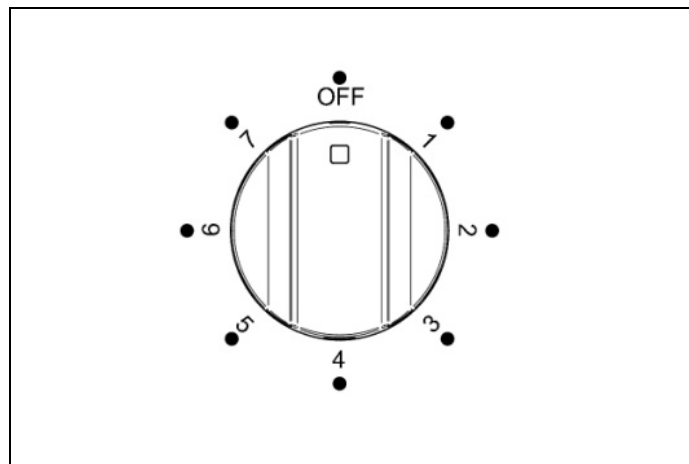
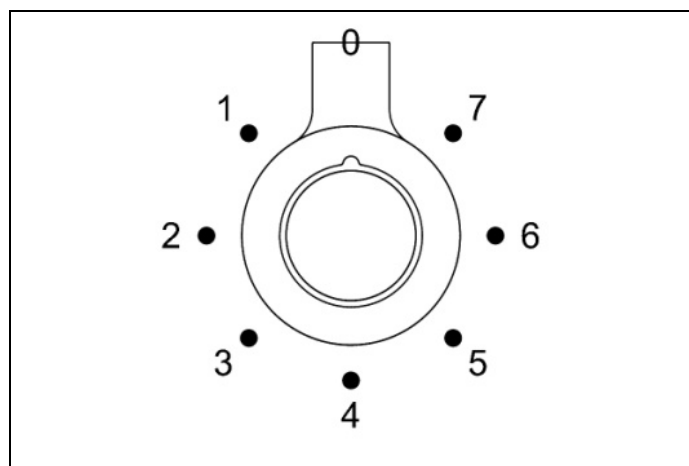

Fig. 13
Fig. 14
- 2) Ruotare in posizione 7 la manopola di controllo grill (Fig. 13 e Fig. 14) in senso orario per arrivare al massimo della potenza. La luce rossa del termostato si illuminerà. Per ottenere un miglior risultato è necessario preriscaldare il grill per 3-5 minuti.